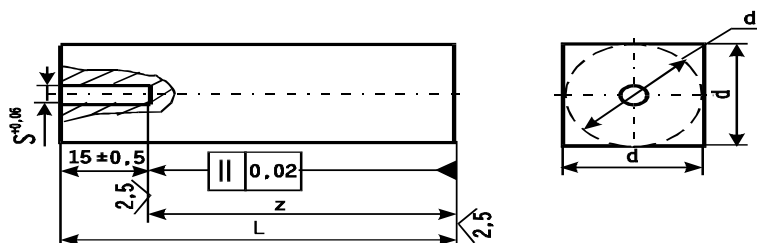

Рисунок 3.13 – СОП для определения мертвой зоны
3.7.2 Размер мертвой зоны можно определить с помощью СОПов с плоскодонными отверстиями (Рисунок 3.13) или же по АРД-диаграмме. В первом случае размером мертвой зоны считается минимальная глубина расположения отражателя в СОПе, при которой амплитуда эхосигнала от отражателя не менее, чем на 6 (12) дБ превышает уровень шумов. Во втором – x -координата точки пересечения линии, отстоящей на 6 (12) дБ вниз от линии АРД, соответствующей уровню фиксации (соответственно, браковочному уровню), с уровнем шумов. Здесь превышение на 6 или 12 дБ зависит от того, соответствуют ли размеры отражателей браковочному уровню или уровню фиксации.
3.7.3 Для определения мертвой зоны по образцам необходимо иметь набор СОПов (Рисунок 3.13) с одинаковыми плоскодонными отверстиями, расположенными на глубинах $z = 3, 5, 7, 10, 15, 20, 30$ мм. Последовательно прикладывая ПЭП к образцам, необходимо следить за тем, чтобы амплитуда